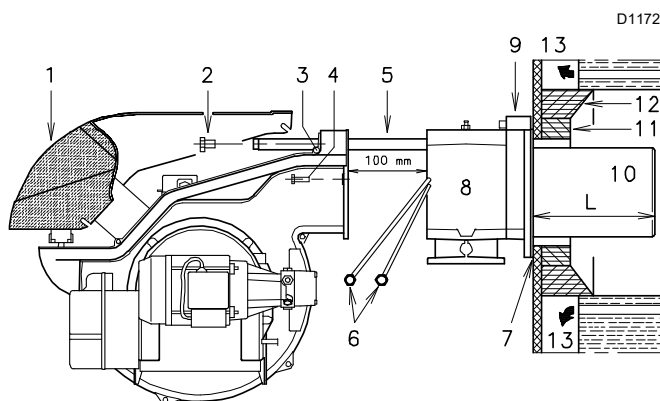
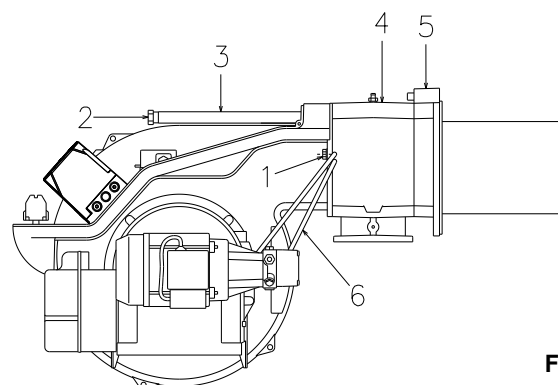

Fig. 11
Fig. 17
Séparer la tête de combustion du reste du brûleur, (Fig. 11) :
Une fois cette éventuelle opération effectuée, fixer la bride 9)(Fig. 11 à la page 16) à la plaque de la chaudière en intercalant le joint isolant 7)(Fig. 11 à la page 16) fourni. Utiliser aussi les 4 vis fournies de série après en avoir protégé le filetage avec des produits anti-grippage.
- Remonter le brûleur sur les glissières 3)(Fig. 17) à environ 100 mm du manchon 4), brûleur dans la position illustrée sur la Fig. 11 à la page 16 ;
- insérer les câbles des électrodes et faire donc coulisser le brûleur jusqu'au manchon, brûleur dans la position illustrée sur la Fig. 17 ;
- replacer les vis 2)(Fig. 17) sur les glissières 3) ;
- rebrancher les tubes de fioul en vissant les deux raccords 6)(Fig. 11 à la page 16).